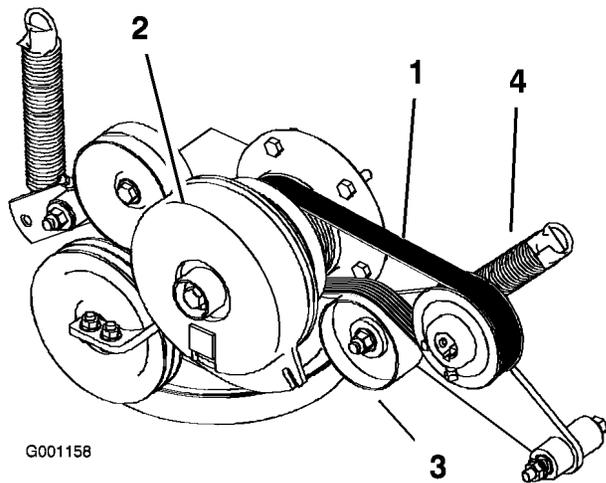

Figure 60
3. Débranchez le ressort du bras de la poulie de tension (Figure 60).
4. Montez la courroie neuve sur les poulies du moteur et des pompes hydrauliques (Figure 60).
6. Raccrochez le ressort au bras de la poulie de tension (Figure 60).